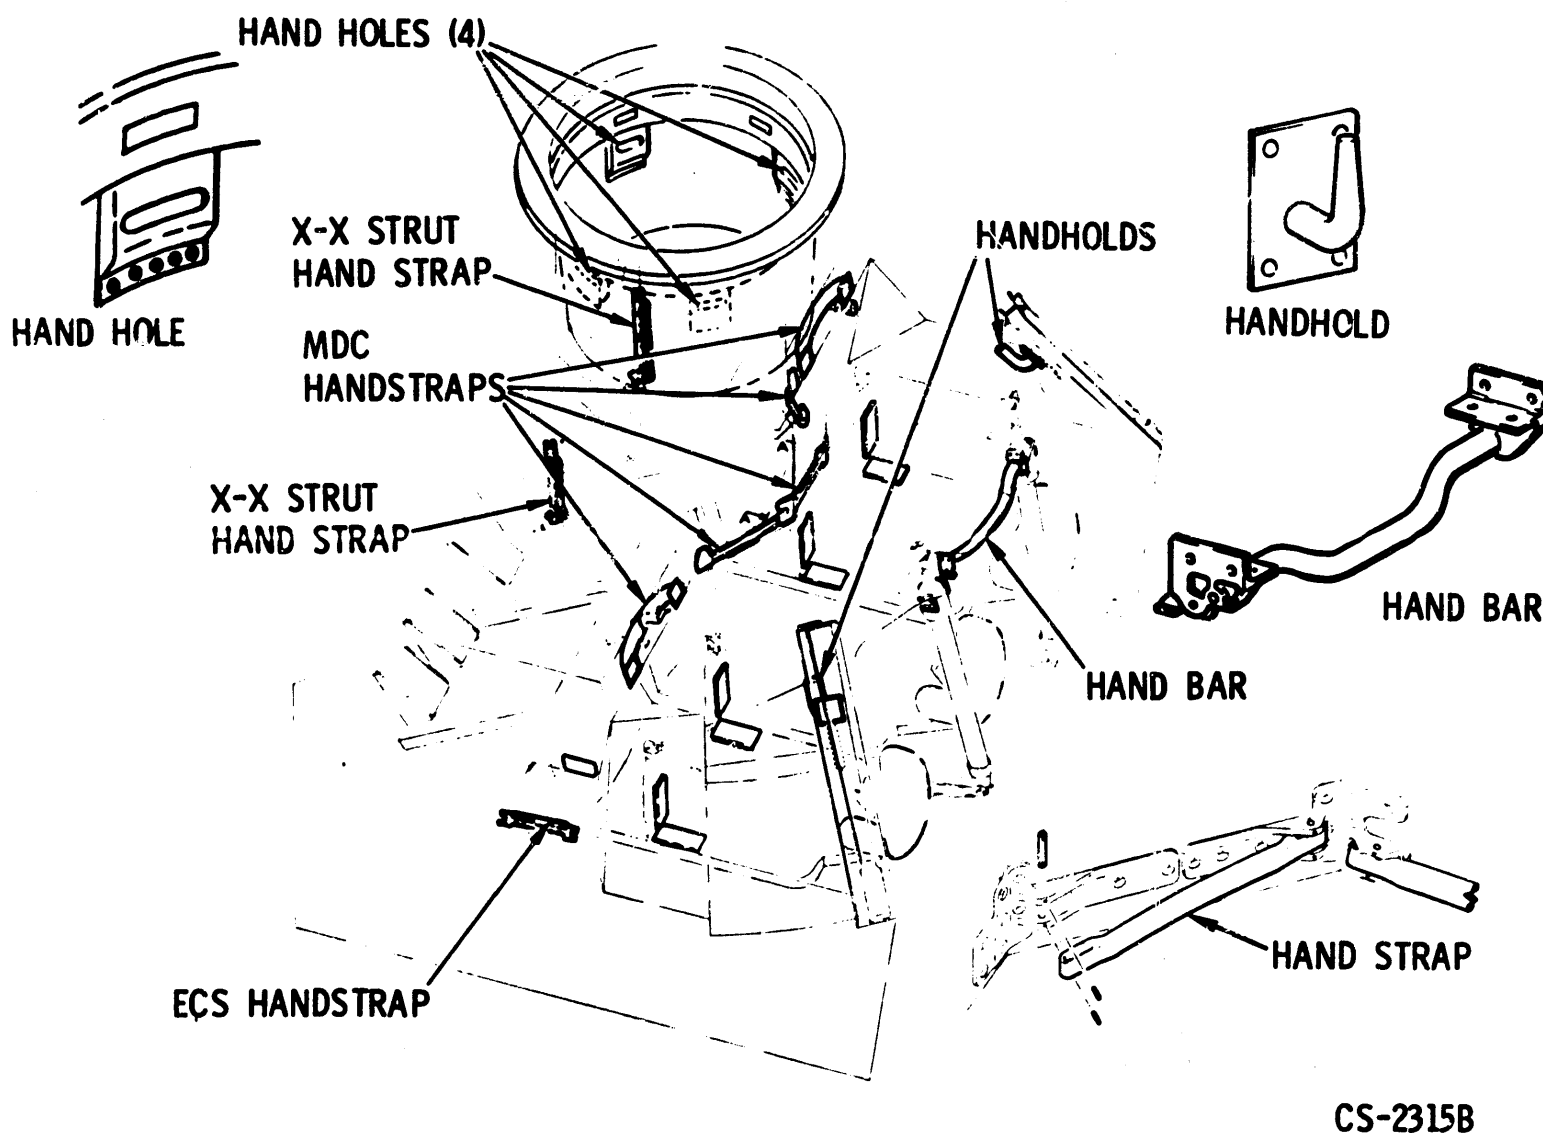

Figure 2.12-9. Handholds, Hand Straps and Hand Bar
2.12.3.1.2 Handholds (Figure 2.12-9).
2.12.3.1.3 Hand Bar (Figure 2.12-9).
2.12.3.2.1 Hand Straps (Figure 2.12-9).